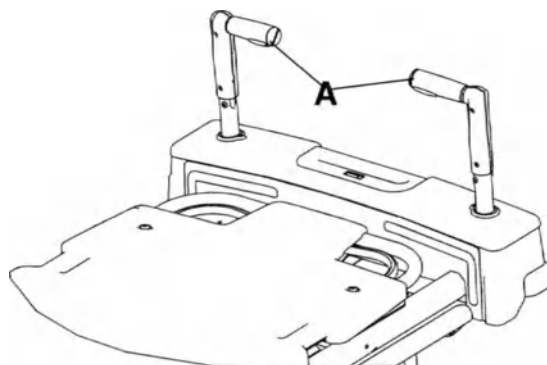

Рисунок 11 – Ручки привода Zoom в верхнем положении
4. Переведите переключатель «On/Drive — Off/Manual» (ВКЛ./Привод — ВЫКЛ./Ручной режим) (B) в положение «ON» (ВКЛ.).
6. Если ручки привода находятся в сложенном положении, потяните ручки вверх в верхнее положение, а затем нажмите на них вниз, чтобы зафиксировать в рабочем положении (Рисунок 11).